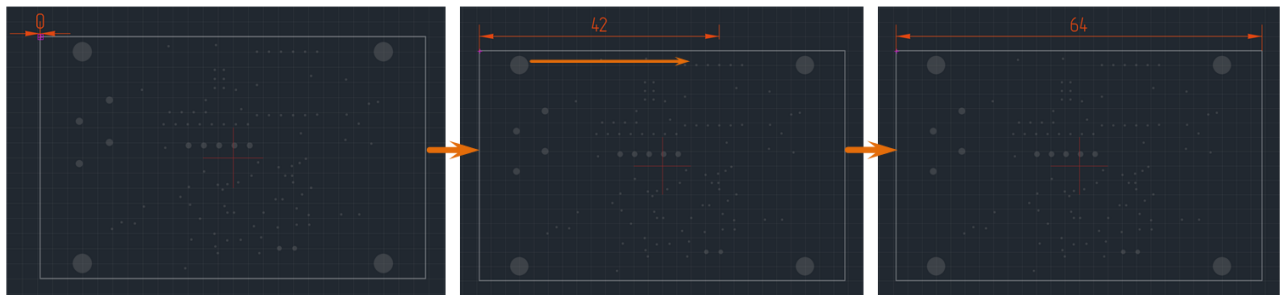

Рис. 286 Размещение горизонтальной размерной линии
4. Переместите курсор, определяя положение второй выносной линии, см. Рис. 286. Установите длину и направление выносных линий, перемещая курсор. Возможный вид размерной линии будет отображаться на экране.